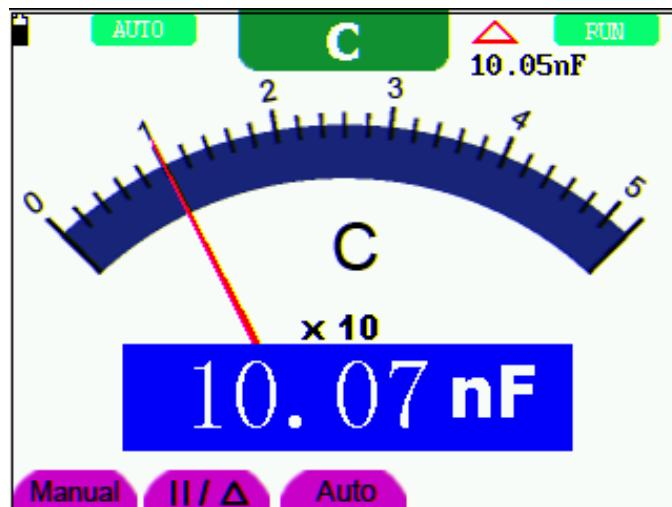

图 32：相对值测量界面
见图 32:
2. 在手动量程模式下，每按一次 **F1** 键，往上跳一档，到最高档后再按 **F1** 键则跳至最低档，依次循环。当前的量程指示可通过表针乘以倍率再乘以主读数窗口的单位获得。如图32所处的量程是 **40V**。